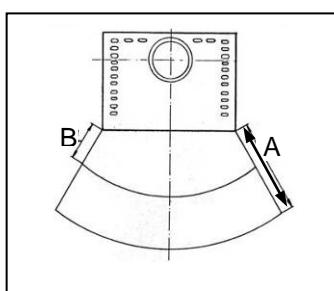

Bild 2
Im Sichtbereich (Strahlungsbereich) des Feuers muss zu brennbaren Bauteilen, Möbel oder auch z.B. zu Dekostoffen ein Abstand von mindestens **100 cm** (A), gemessen ab Vorderkante Feuerraumöffnung eingehalten werden. Der Sicherheitsabstand reduziert sich auf **50 cm** (B), wenn ein belüfteter Strahlungsschutz vor das zu schützende Bauteil montiert wird (Bild 2)